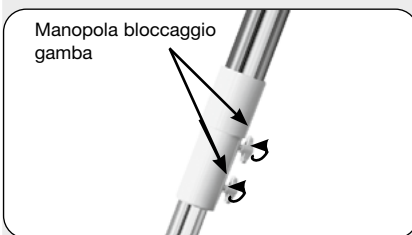

Fig. 11: Regolare l'altezza del treppiede utilizzando le manopole di bloccaggio gamba.
11. Regolare l'altezza del treppiede: Regolare l'altezza del treppiede allentando le manopole di bloccaggio del treppiede (Fig. 11). Estendere la sezione interna scorrevole di ciascuna gamba del treppiede fino alla lunghezza desiderata; quindi serrare ciascuna manopola. Regolare il treppiede ad un'altezza che sia confortevole per l'osservazione.